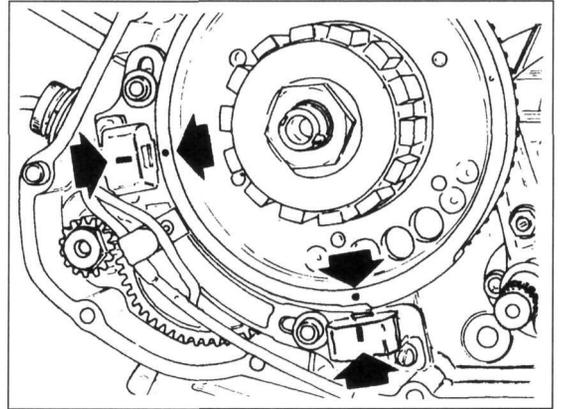

Bild 83 ▶
- Neues Sicherungsblech auflegen, Rotor gehalten (DUCATI-Werkzeug 88713.0710 Bild 83) und Befestigungsmutter eindrehen (177–186 Nm).
- Kolben des liegenden Zylinders auf oberen Totpunkt bringen und Pickups mit Trägerplatte so anbringen, dass die Pickup-Markierungen mit Schwungrad-Markierungen fluchten (Bild 83).